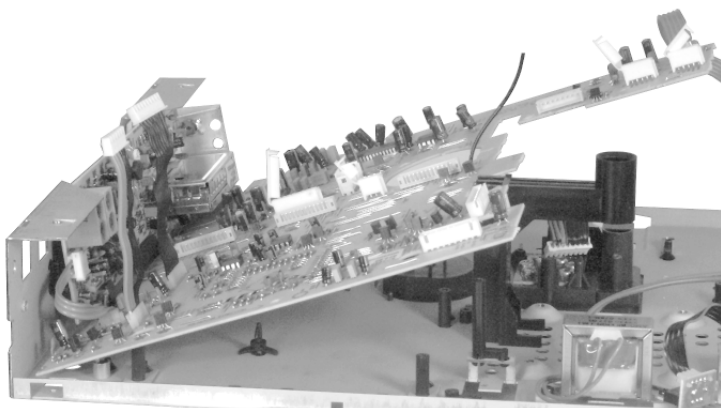

Fig. 14
- Rastnasen ausrasten und Hauptplatte zusammen mit Tuner **vorsichtig** herausheben (Fig. 14 und 15).
- Unhook the catches and lift the Main Board together with the Tuner Board **carefully** (Fig. 14 and 15).